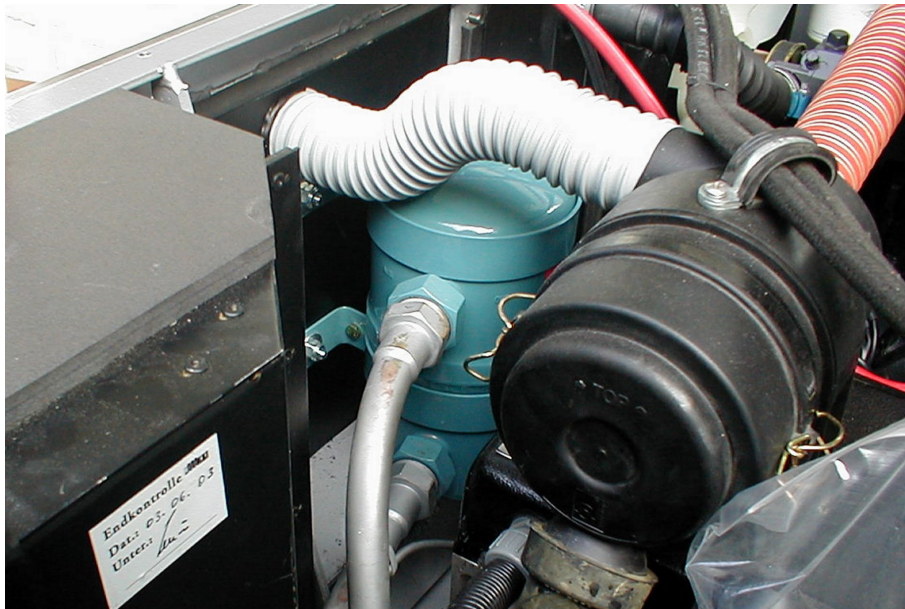

Bild 1
1. Ölabscheider wie in Bild 1 ersichtlich befestigen.